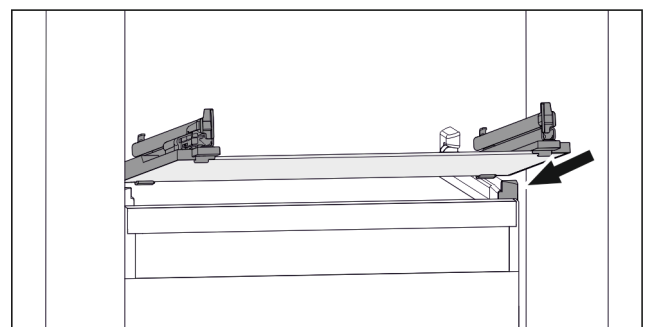

Fig. 119 Beispielhafte Darstellung der Glasplatte
- ▶ Glasplatte schräg hinter den Stopperrn aufsetzen. (zie Fig. 119)